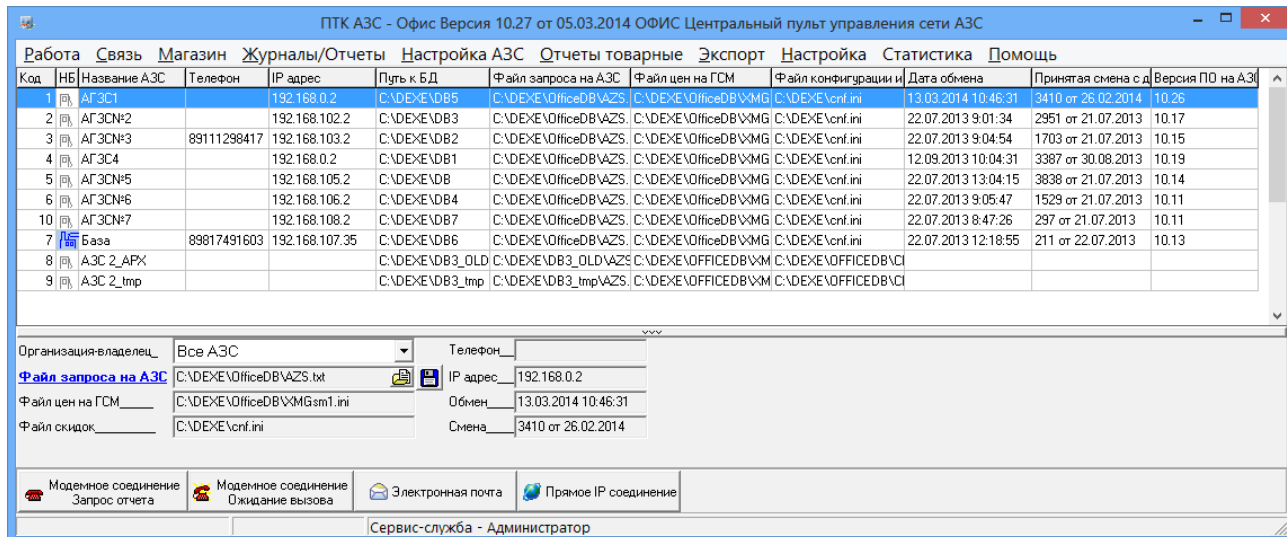

Рис. 1
Для загрузки программы «ПТК АЗС Офис» щелкните левой кнопкой мыши на ярлыке «ПТК АЗС-ОФИС». На экране появится окно «Регистрация», после выбора «Сервис-служба» (или любого другого администратора) откроется окно «ПТК АЗС-Офис...Центральный пульт управления сети АЗС» (рис.1).
При первом запуске программы «ПТК АЗС Офис» необходимо создать список всех АЗС. Для создания списка АЗС в меню «Работа» (рис.1а) выберите «Добавить новую АЗС» («Удалить строку с АЗС», «Редактировать текущую АЗС»). В открывшемся окне (рис.2) введите данные, согласно описанию в таблице ниже и нажмите «Применить изменения».
**Примечание.** Для вызова окна редактирования можно использовать двойной клик мышью на строку с описанием АЗС (рис. 1).
Рис. 1а